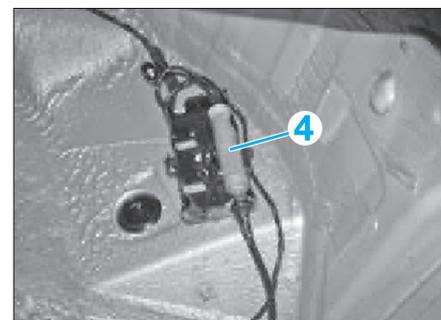

Fig. 42
- Débrancher le connecteur (4) (Fig.42).